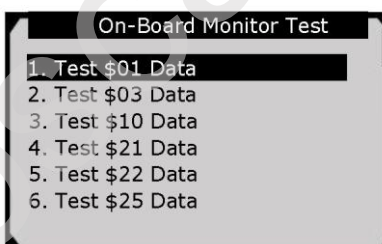

Рисунок 5-27
- 5) В меню **On-Board Monitor Test [Проверка бортовых мониторов]** с помощью **кнопок прокрутки вверх/вниз** выберите для просмотра необходимые результаты диагностики, а затем нажмите **кнопку ОК**. См. рисунок 5-27.